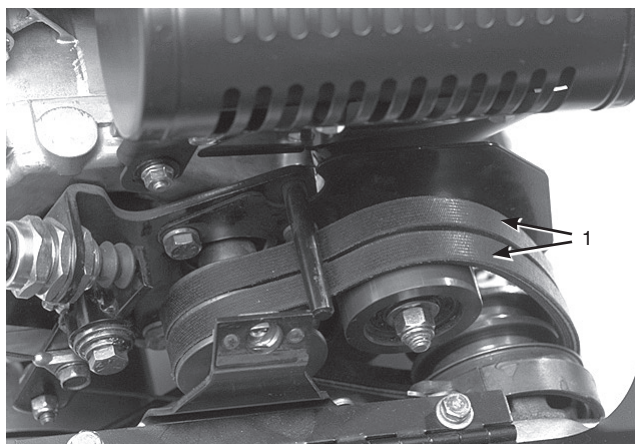

図40
8. エンジンを使わずに、楽に機体を押したり引いたりすることができるように、ベルト・ガイド (図40挿入図) を以下のように調整しておく：